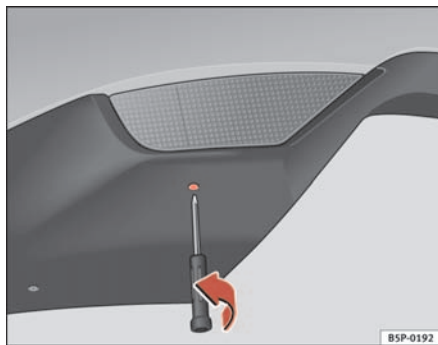

Fig. 185 Piloto montado en parachoques desde una vista inferior
- Introduzca el destornillador con punta de estrella en el agujero de la parte inferior del piloto y desenrosque el tornillo en el sentido de la flecha ⇒ fig. 185.